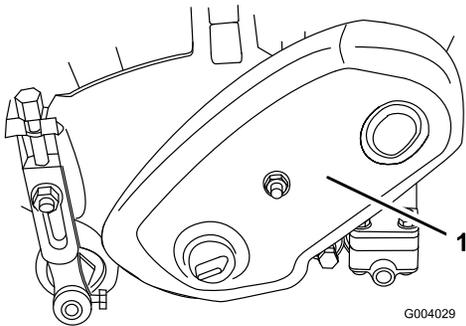

図 37
1. ベルト・カバー取り付けネジ (図 37) を外してベルトを露出させる。